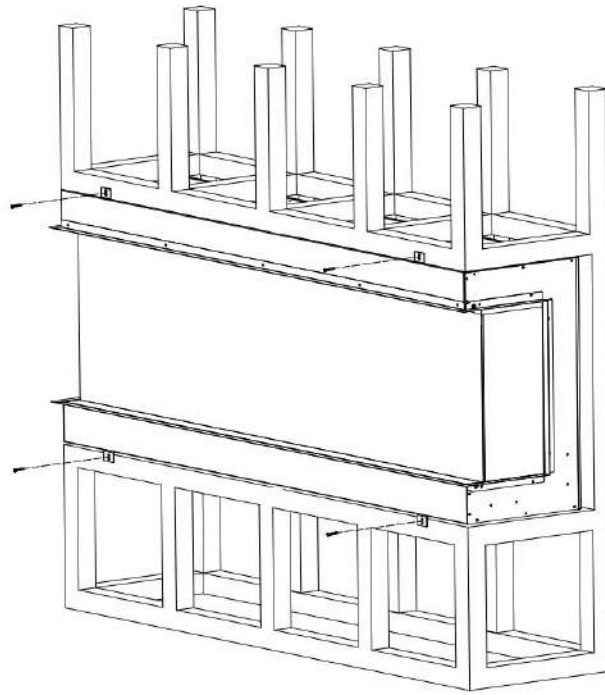

Fig.3-3
6. Introduzca el hogar en el hueco de la pared. Introduzca los tornillos de fijación en los soportes y en los montantes de la pared. Enchufe y compruebe si la chimenea funciona correctamente. Fig.3-3